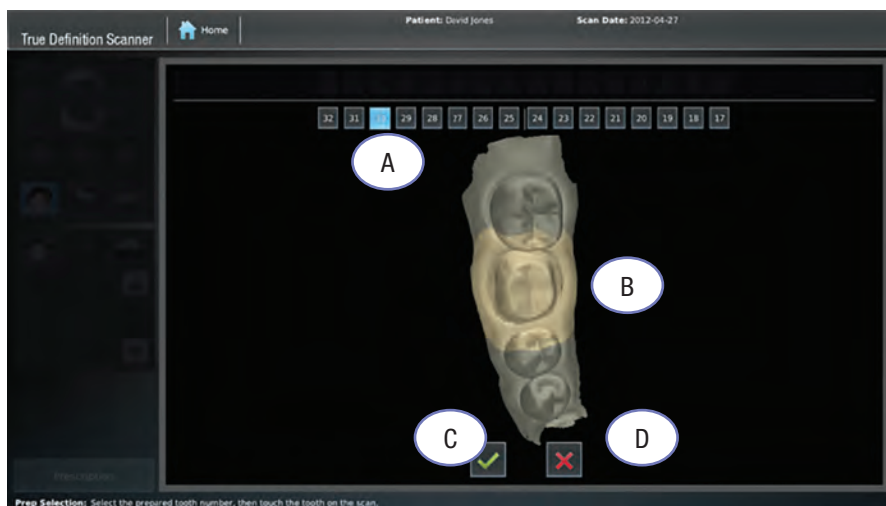

Figure 27. Sélectionner le numéro de préparation : Toucher la préparation sur le scan
5. Pour annuler la sélection et revenir à l'écran précédent, appuyer sur le bouton en forme de **X** (Figure 27, D).